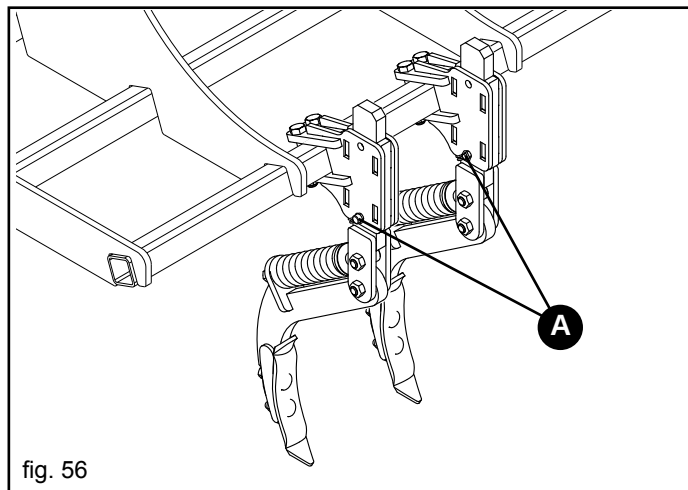

fig. 56
Die Spurlockerzinken werden auf der gleichen Linie der Schlepperräder installiert. Zum Einstellen der Spurlockerzinkentiefe ist die Position des Stiftes (A) Abbildung 56 zu ändern.